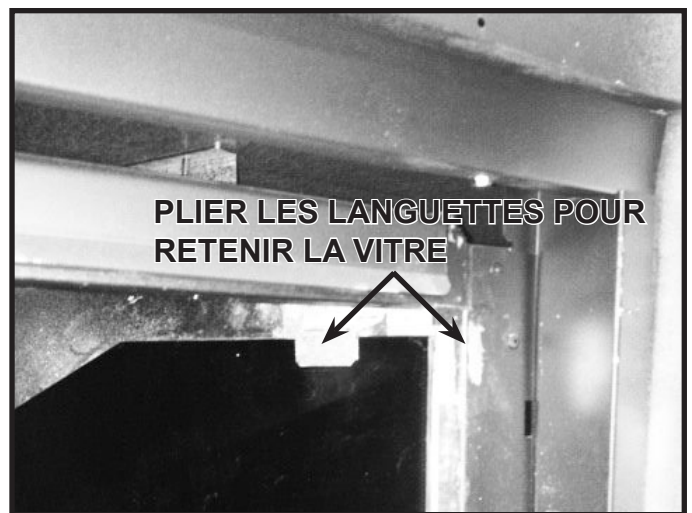

Figure 11.15 Languette du réfractaire droit
- Glissez le panneau de verre droit dans l'appareil jusqu'à ce qu'il touche au panneau de verre arrière. Pliez les languettes sur le réfractaire pour retenir le panneau de verre droit. Voir la figure 11.15.